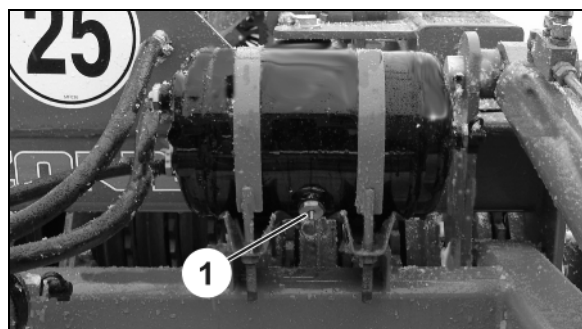

Рис. 37
1. Возьмите за кольцо и тяните водоотводный клапан (Рис. 37/1) вбок до тех пор, пока из ресивера не перестанет течь вода.